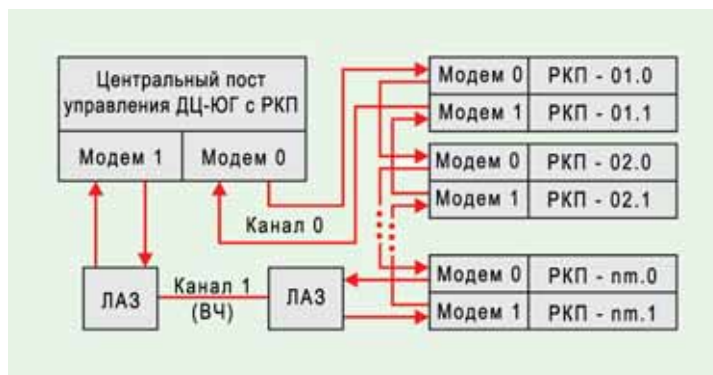

РИС. 1
**Общая структура линии связи.** Для передачи сообщений по магистральным линиям связи (МЛС) реализована структура полностью симметричного классического кольца (рис. 1), апробированная в реальных условиях. Впервые на желез-